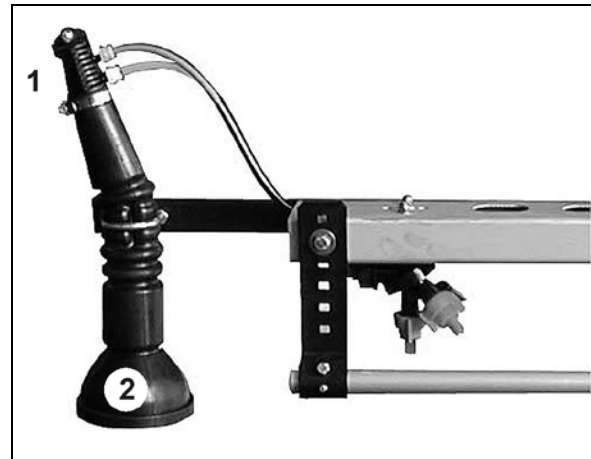

Bild 106
- möjliggör ett ständigt omlopp av vätska i sprutledningen när tryckomloppssystemet är inkopplat. För detta har varje delbredd utrustats med en spolanslutningsslang (Bild 106/1).
- en spolanslutningsslang (Bild 106/1) per delbredd.